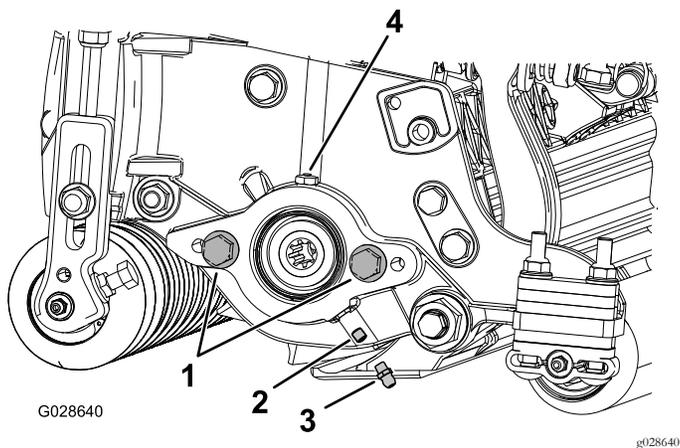

図 6
1. リールモータのサイドプレートの固定ねじを外す。ねじは廃棄する 図 6。
2. グリスフィッティングストレートを取り付ける 図 6。
3. リールモータのサイドプレートにキャップスクリューが付いていない場合は取り付ける 図 6。
5. リールモータを取り付けてサイドプレートからグリスを注入する。グリスベントからグリスが漏れてくるまで入れること 図 6。